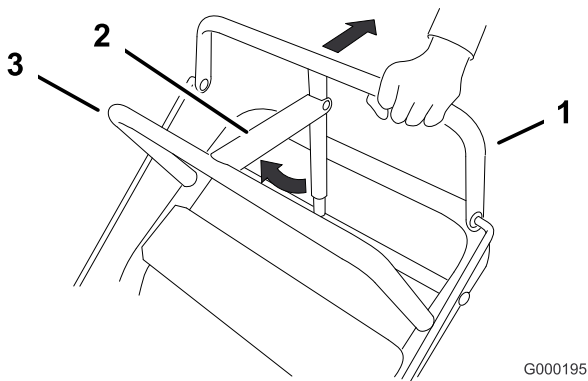

Figure 7
1. Tirez la barre de commande supérieure (Figure 7) et maintenez-la dans cette position.
2. Soulevez le dispositif de verrouillage du frein de stationnement (Figure 7) et relâchez progressivement la barre de commande supérieure. Le dispositif de verrouillage du frein doit rester bloqué (verrouillé) en position.